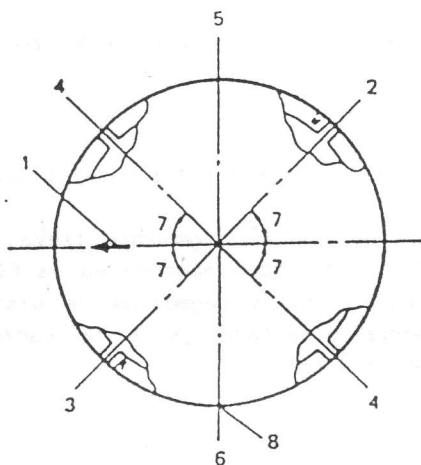

Fig. 3-6-17 Colocación de las separaciones de los extremos de los segmentos de pistón.
- Después de instalar los tres segmentos (1°, 2°, y el de engrase), coloque los mismos de la manera indicada en la Fig. 3-6-17.